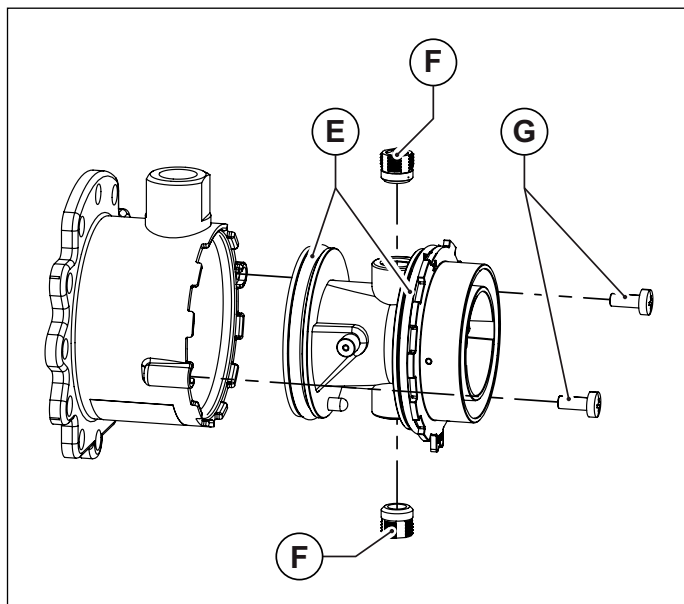
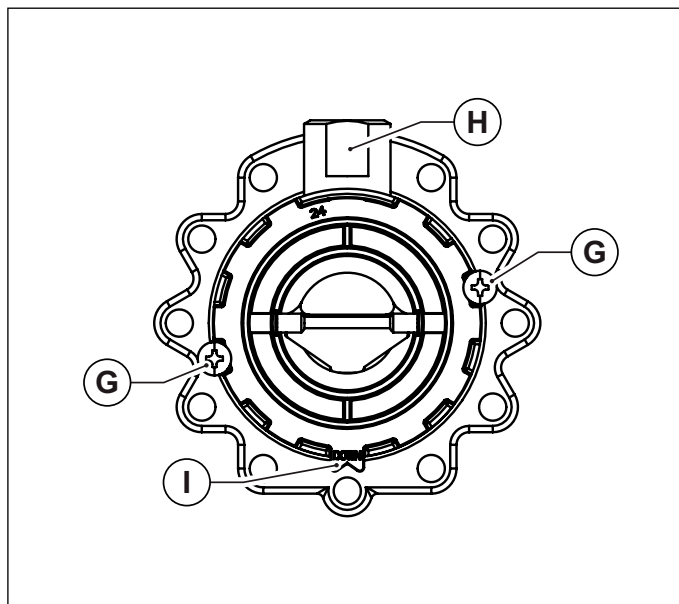

Fig. 37 Corpul din plastic al amestecătorului
Fig. 38 Orientare pentru montaj
- Desfaceți corpul din plastic al amestecătorului, deșurubând cele două șuruburi de fixare (vezi Fig. 37 Corpul din plastic al amestecătorului).
- Desfaceți cele două duze ale amestecătorului utilizând o cheie cu imbus de 6 mm (vezi Fig. 37 Corpul din plastic al amestecătorului).
- Montați din nou corpul din plastic (Venturi) introducându-l în amestecător și înșurubând șuruburile de fixare, având grijă să nu deteriorați garniturile inelare montate la extremitățile corpului din plastic (vezi Fig. 37 Corpul din plastic al amestecătorului) și respectați orientarea montajului (vezi Fig. 38 Orientare pentru montaj).
- Montați amestecătorul reasamblat la ventilator cu șuruburile cu imbus, având grijă să re poziționați între amestecător și ventilator, garnitura inelară de etanșare (vezi Fig. 37 Corpul din plastic al amestecătorului).
- Montați din nou corpul din plastic (Venturi) introducându-l în amestecător și înșurubând șuruburile de fixare, având grijă să nu deteriorați garniturile inelare montate la extremitățile corpului din plastic (vezi Fig. 37 Corpul din plastic al amestecătorului) și să respectați orientarea montajului (vezi Fig. 38 Orientare pentru montaj).